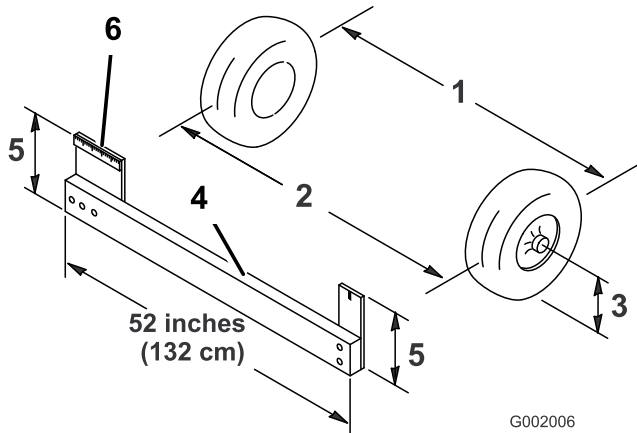

Bild 57
4. Messen Sie den Abstand zwischen beiden Vorderreifen auf Achshöhe (an der Vorder- und Rückseite der Vorderreifen) (Bild 57). Eine Messlehre ist für das hintere Maß der Vorderreifen auf Achshöhe erforderlich. Benutzen Sie das gleiche Maß für das genaue Vermessen der Vorderseite der Vorderreifen auf Achshöhe (Bild 57).